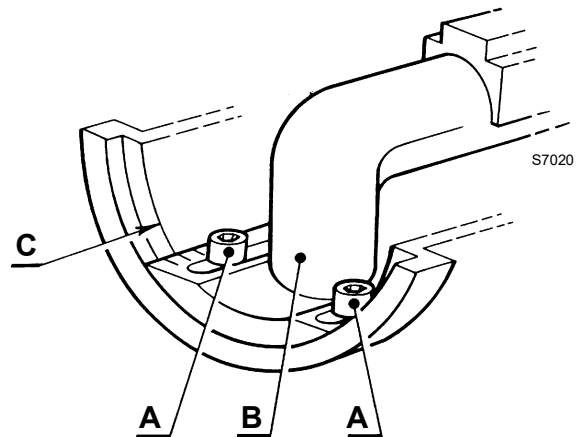

Fig. 9
- aflojar los dos tornillos A)(Fig. 9), desplazar el codo B) de manera que el plano trasero del manguito C) coincida con la marca deseada;
- aflojar los dos tornillos A)(Fig. 9) sin quitarlos;